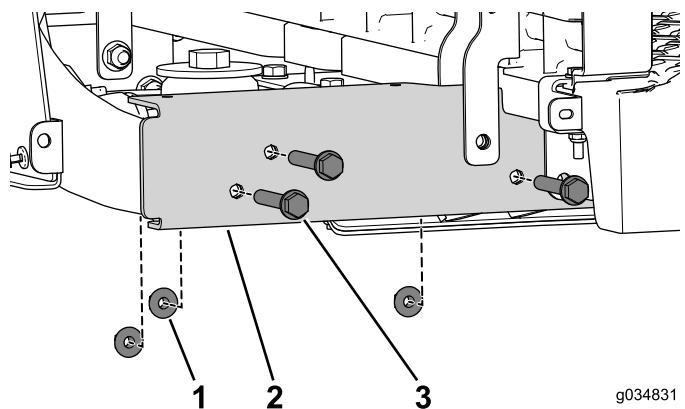

Figure 17
- Retirez les 3 boulons à embase (3/8" x 2 1/2") et les écrous (Figure 17). Procédez de même des deux côtés de la machine.